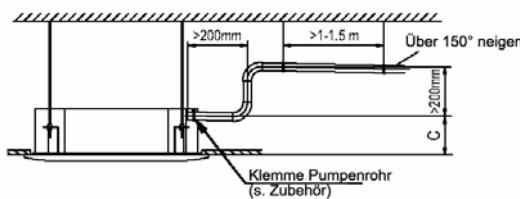

Abb. 29
Untersuchen Sie alle Verbindungsstellen mit einem Leckprüfgerät oder Seifenwasser. (Siehe Abb. 29)
- Wenn der Ausgang des Abflussrohrs höher liegt als die Pumpenverbindung des Geräts, muss das Rohr möglichst senkrecht angeordnet werden. Außerdem muss der Hubabstand > 200 mm sein, weil sonst Wasser überläuft, wenn die Klimaanlage anhält. (Siehe Abb. 29)